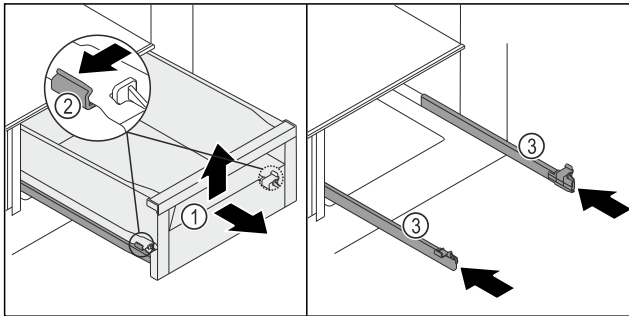

Fig. 94
- Sortir le tiroir Fig. 94 (1) jusqu'en butée.
- Tirer simultanément sur les languettes Fig. 94 (2) des rails situées à gauche et à droite.
- Le tiroir Fig. 94 (1) se détache des rails.
- Soulever l'avant du tiroir Fig. 94 (1).
- Retirer le tiroir Fig. 94 (1) par l'avant.
- Pousser les rails Fig. 94 (3).